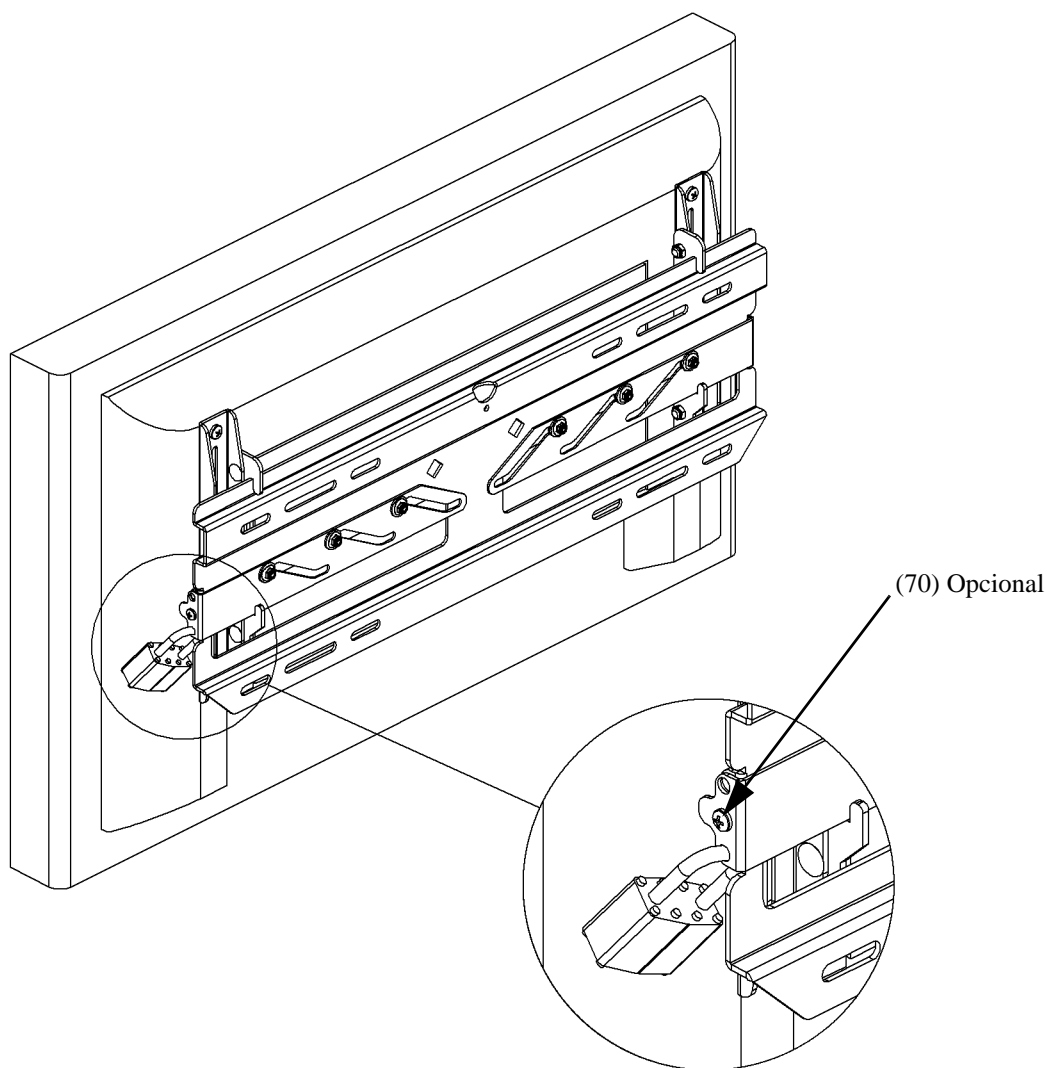

Figura 9. Asegure la pantalla
1. Coloque la pantalla sobre la placa de pared (10) enganchando los ganchos de los brazos (20 y 30) en la parte superior de la placa de pared.
2. Asegure la pantalla deslizando los pestillos, uno en cada lado, hacia adentro (véase la figura 9).
3. Si se desea, instale los tornillos autoroscantes (70) y/o candados (no suministrados) para seguridad adicional (véase la figura 9).